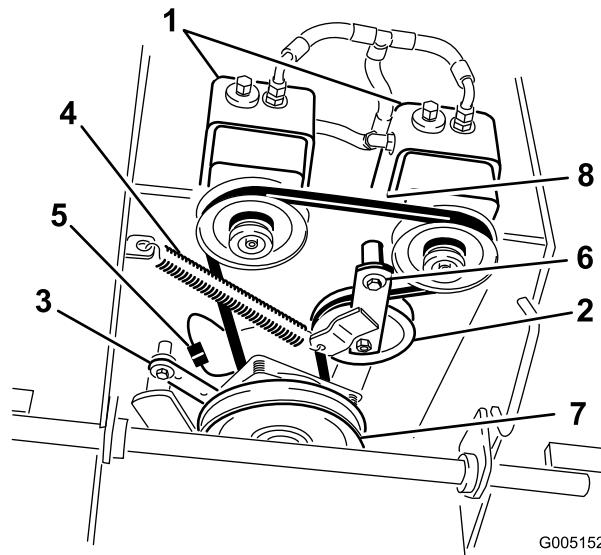

Figure 63
6. Détachez le dispositif de retenue de l'embrayage du plancher moteur (Figure 63).
7. Décrochez le ressort de tension du bâti (Figure 63).
9. Placez le ressort de tension entre le bras de la poulie de tension et la patte du bâti (Figure 63).
10. Reposez le dispositif de retenue de l'embrayage sur le plancher moteur (Figure 63).